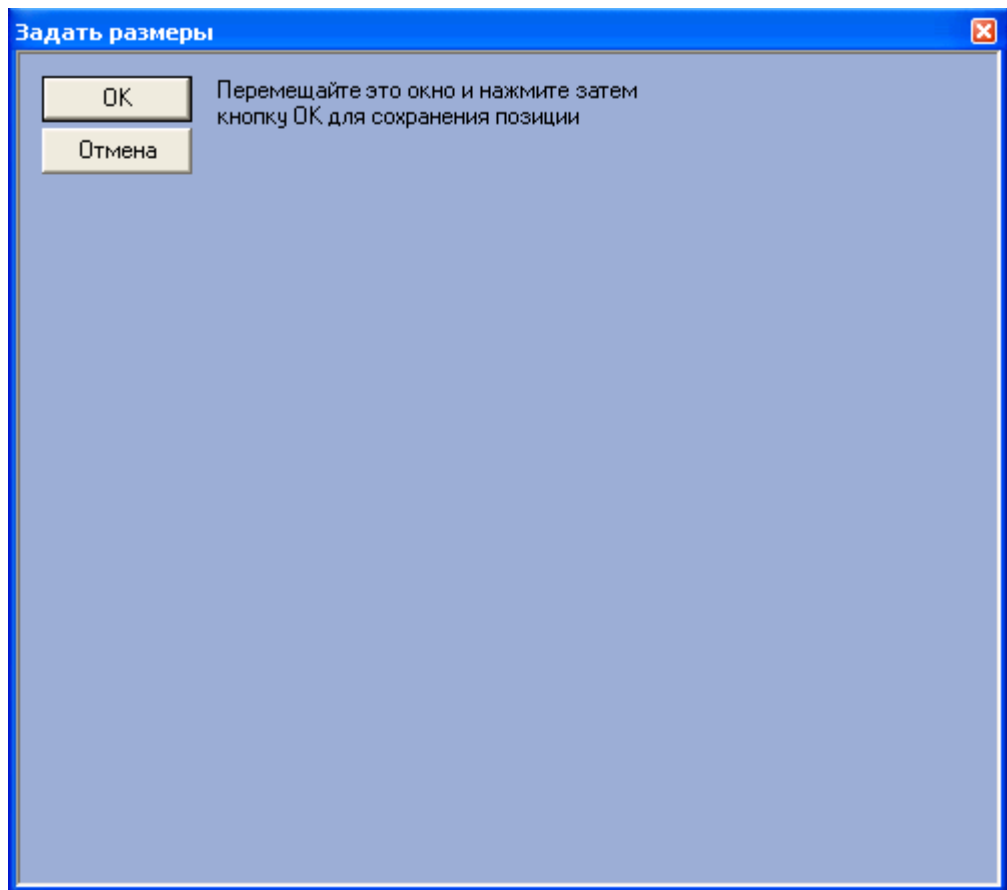

Рис. 7.8—3. Визуальный метод задания координат
Для этого следует нажать кнопку «»(см. Рис. 7.8—2, 4) и, используя мышь, задать требуемый размер и положение тестового окна, после чего нажать «OK» (Рис. 7.8—3). Координаты тестового окна будут автоматически рассчитаны и скопированы в поля «X», «Y», «W» и «H».
5. В том случае, если требуется разрешить перемещение компонента «Оперативный монитор», установить флажок «Разрешить перемещение» (см. Рис. 7.8—2, 5).
6. Для сохранения внесенных изменений нажать кнопку «Применить» (см. Рис. 7.8—2, 6).